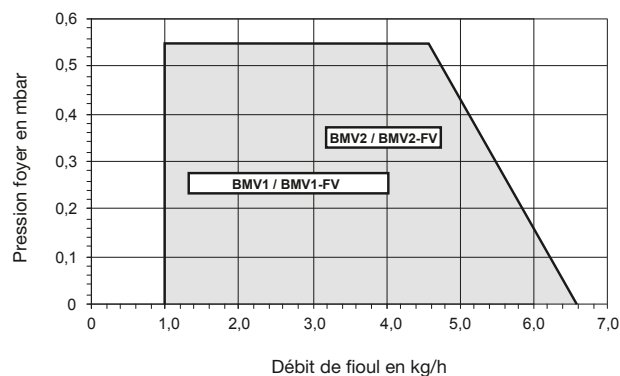

Figure 4
- Le graphique montre la pression foyer admissible en fonction du débit de fioul (Cf. fig. 4). Les champs d'activité ont été établis sur le banc d'essai et se rapportent à une hauteur d'environ 100 m au-dessus du niveau de la mer et à une température ambiante d'environ 20°C. Le débit de fioul que l'on obtient dans la pratique dépend de la résistance au démarrage de la source calorifique.